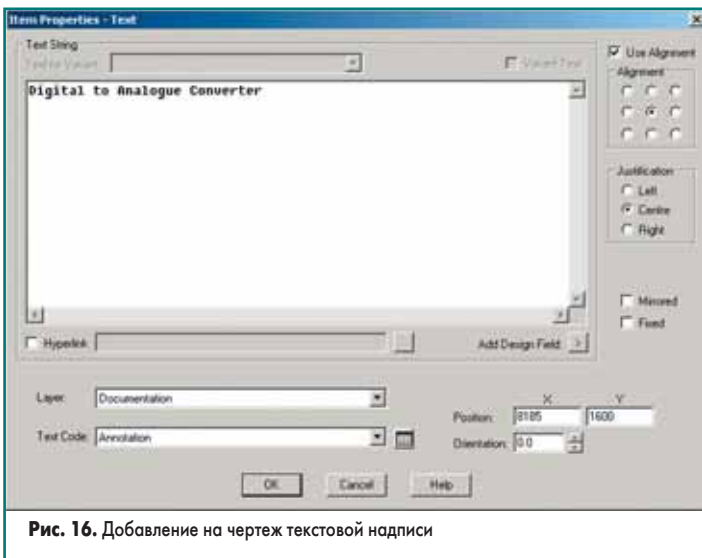

Рис. 16. Добавление на чертеж текстовой надписи
2. Выполним команду меню Add | Text или нажмем кнопку на панели инструментов. На экране появится диалоговое окно Add Text, показанное на рис. 16.
6. Включим галочку Use Alignment и в поле Alignment выберем центральную опцию, как показано на рис. 16. В этом случае точка привязки будет расположена в центре надписи.